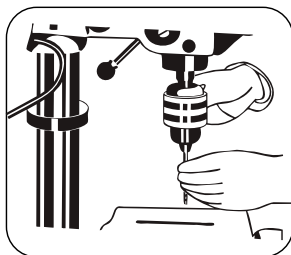

FIGURA 8.18
- Asegúrese de que la broca esté centralizada en el mandril antes de apretarla con la llave del mandril (Figura 8.18).